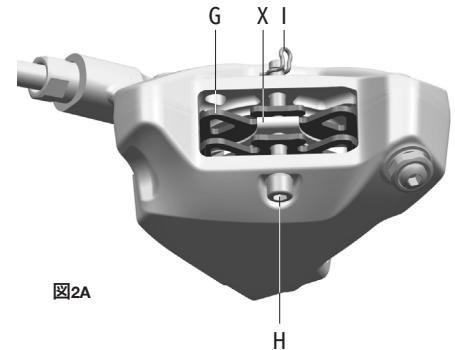

図2A
- ・ パッド（G - 図2A）
- ・ スプリング（X - 図2A）
- ・ ブレーキ・パッド固定ねじ（H - 図2A）
- ・ ブレーキ・パッド固定ねじ 割ピン（I - 図2A）